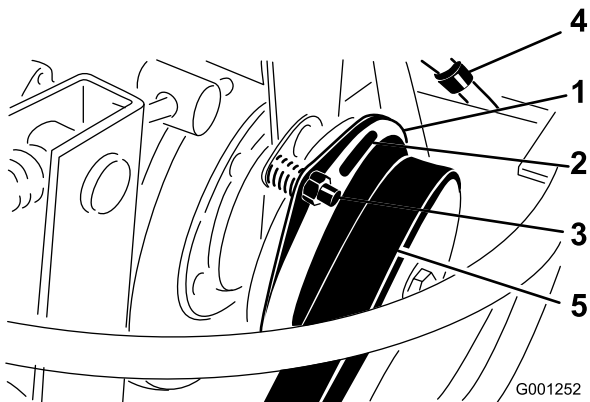

Bild 66
3. Stellen Sie den Abstand so ein, dass eine 0,381 mm Fühlerlehre mit leichtem Druck zwischen die Kupplungsauskleidung und die Bremsscheibe passt (Bild 66). Sie können den Abstand verringern, indem Sie die Einstellmutter nach rechts drehen (Bild 66). Der maximale Betriebsabstand beträgt 0,762 mm. Stellen Sie alle drei Abstände ein.